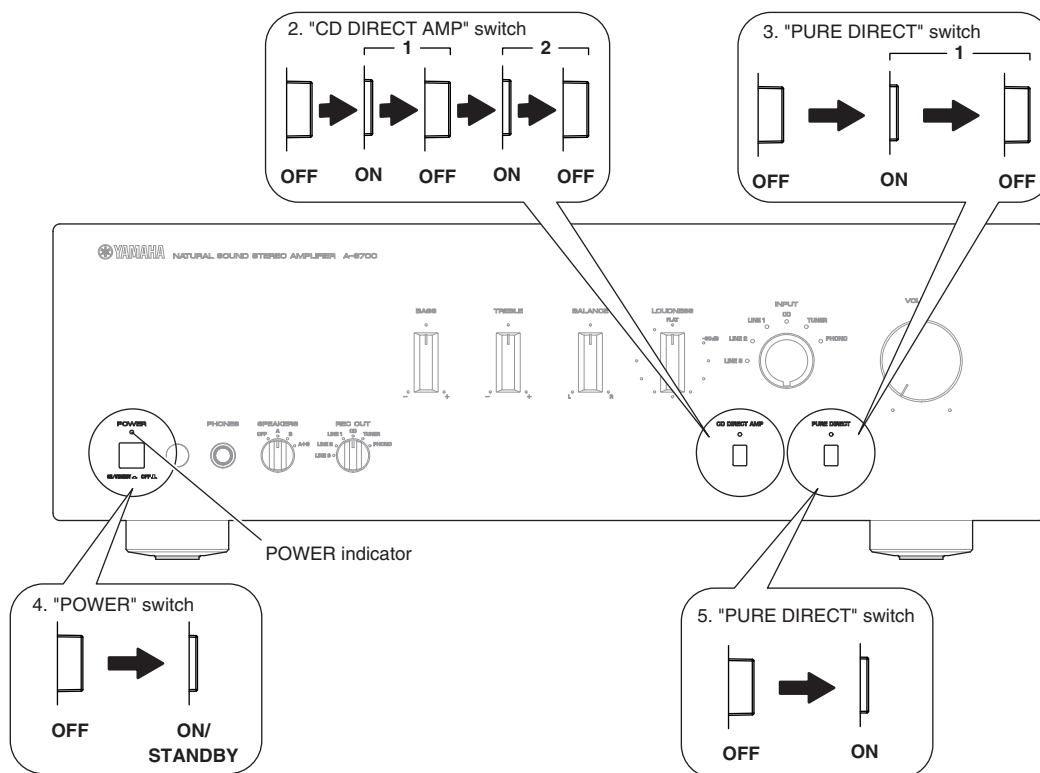

Fig. 3
- 1. Press "POWER", "CD DIRECT AMP", and "PURE DIRECT" switches to turn them off respectively. (Fig. 3)
- 2. Repeat pressing "CD DIRECT AMP" switch to turn it ON/OFF twice. (Fig. 3)
- 3. Repeat pressing "PURE DIRECT" switch to turn it ON/OFF once. (Fig. 3)
- 4. Press "POWER" switch inward to the ON/STANDBY position. (Fig. 3)
"POWER" indicator flashes. (Fig. 3)
- 5. Press "PURE DIRECT" switch to turn it on. (Fig. 3)
After about 3 seconds, the power relay (RY251 of MAIN P.C.B.) turns on. (Fig. 3)
- 1. "POWER" スイッチ、"CD DIRECT AMP" スイッチ、"PURE DIRECT" スイッチを押し、それぞれ OFF にします。 (Fig. 3)
- 2. "CD DIRECT AMP" スイッチを 2 回 ON/OFF します。 (Fig. 3)
- 3. "PURE DIRECT" スイッチを 1 回 ON/OFF します。 (Fig. 3)
- 4. "POWER" スイッチを押し、ON/STANDBY にします。 (Fig. 3)
POWER インジケーターが点滅します。 (Fig. 3)
- 5. "PURE DIRECT" スイッチを押し、ON にします。 (Fig. 3)